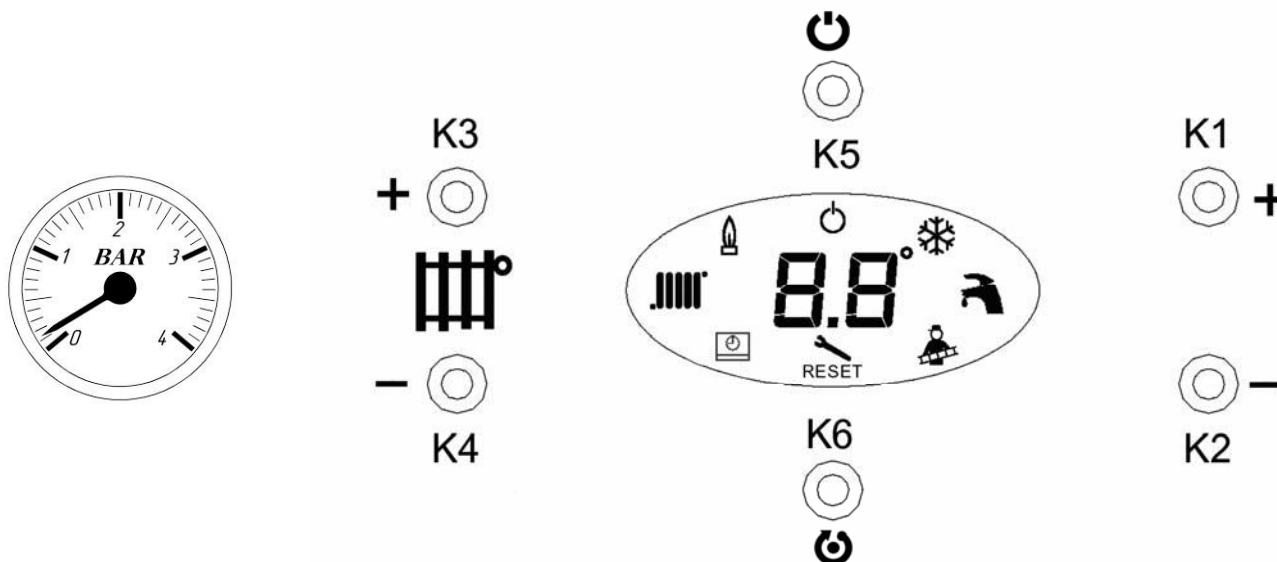

Рис. 4. Панель управления котлом
Всё управление котлом осуществляется с панели управления, внешний вид которой показан на Рис. 4. Если к котлу подключен выносной пульт, то управление осуществляется с него, кнопки панели управления не активны.
При подключении котла к сети электропитания, он автоматически входит в тот режим работы, в котором находился в момент отключения от сети. Смена режимов работы котла осуществляется нажатием на кнопку K5 на панели управления котлом (см. Рис. 4). Ниже представлена последовательность смены режимов работы котла.
- 4) включите котел, не открывая газовый кран, чтобы насос полностью удалил воздух из системы отопления. При этом давление может снизиться до 1 бар и котел выдаст ошибку 04 (неудачный розжиг). Для сброса ошибки необходимо нажать кнопку K6 (RESET) (см. Рис. 4, стр. 16).